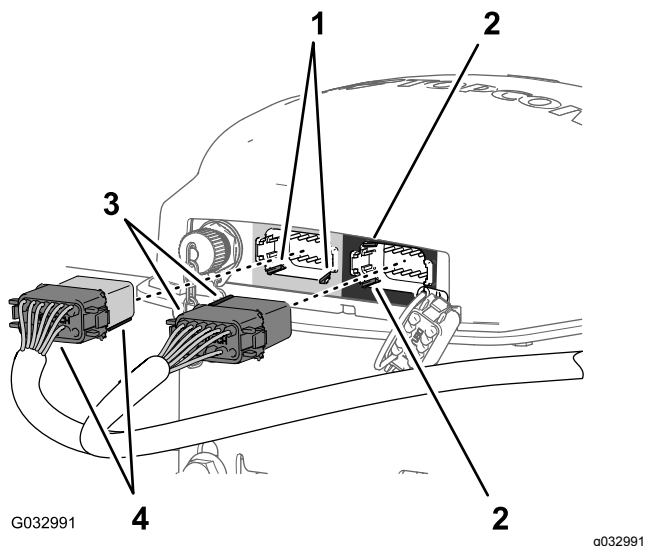

Figura 167
- Allineate le 2 chiavi sulla superficie lunga del connettore a 12 prese grigio e nero del cablaggio dati con le 2 scanalature per chiave nella parete orizzontale inferiore del connettore a 12 pin sinistro (grigio) del ricevitore di navigazione (Figura 167).
4. Collegate il connettore a 12 prese grigio e nero del cablaggio dati nel connettore a 12 pin sinistro (grigio) del ricevitore di navigazione, fino a quando il connettore non scatta saldamente in sede (Figura 167).
5. Allineate le 2 chiavi sul lato corto del connettore a 12 prese nero del cablaggio dati con le 2 scanalature per chiave nella parete verticale sinistra del connettore a 12 pin destro (nero) del ricevitore di navigazione (Figura 167).
6. Collegate il connettore a 12 prese solo nero del cablaggio dati al connettore a 12 pin sinistro (nero) del ricevitore di navigazione, fino a quando il connettore non scatta saldamente in sede (Figura 167).